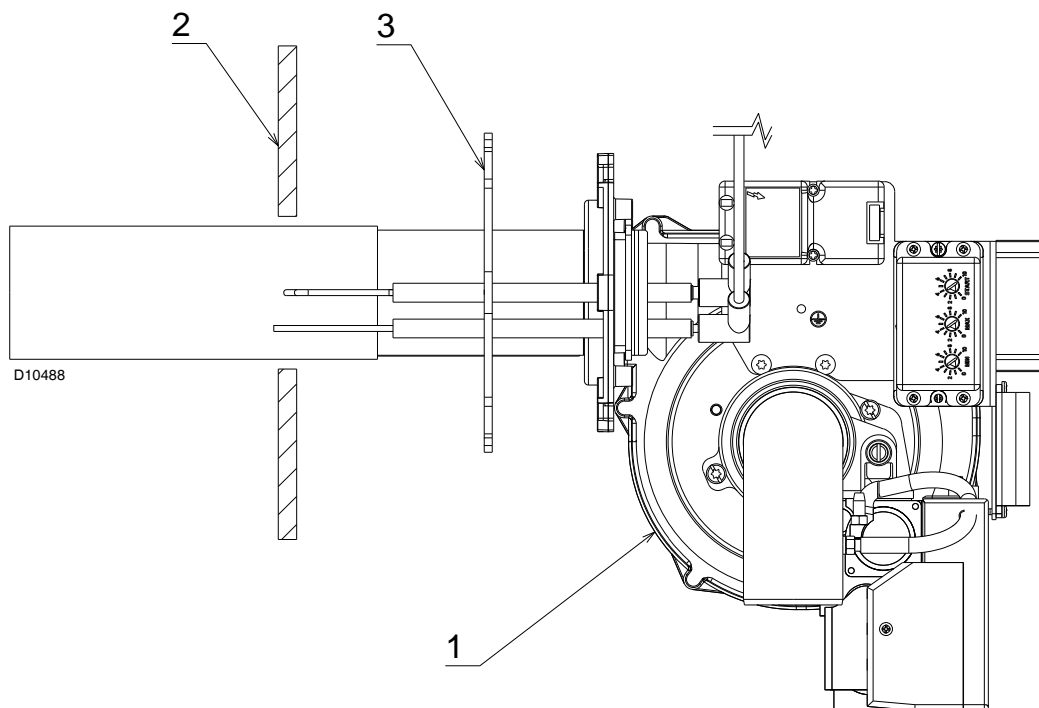

Fig. 9
- Fixer le brûleur 1)(Fig. 9) sur la plaque de la chaudière 2) à l'aide de 4 vis et (si nécessaire) de 4 écrous fournis de série, en interposant l'écran isolant 3).